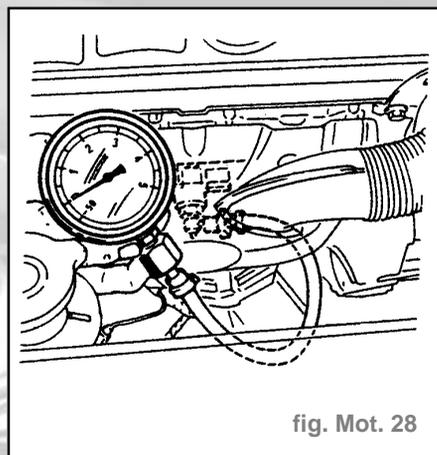

fig. Mot. 28
- Monter à la place du manomètre le manomètre et son flexible (fig. Mot. 28).